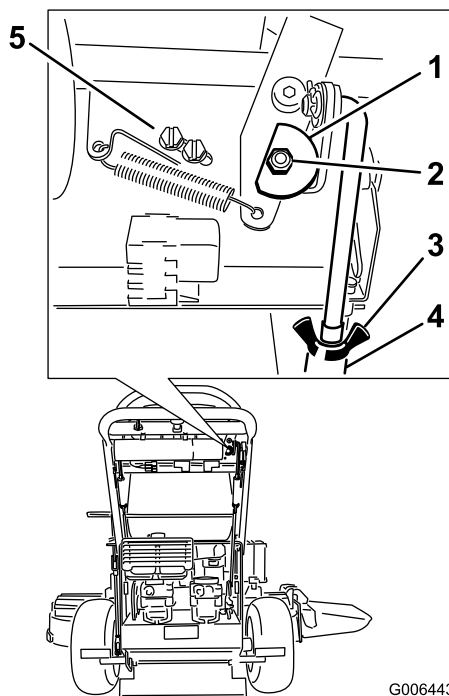

Figure 42
7. Desserrez l'écrou et le boulon de fixation de la came (Figure 42).